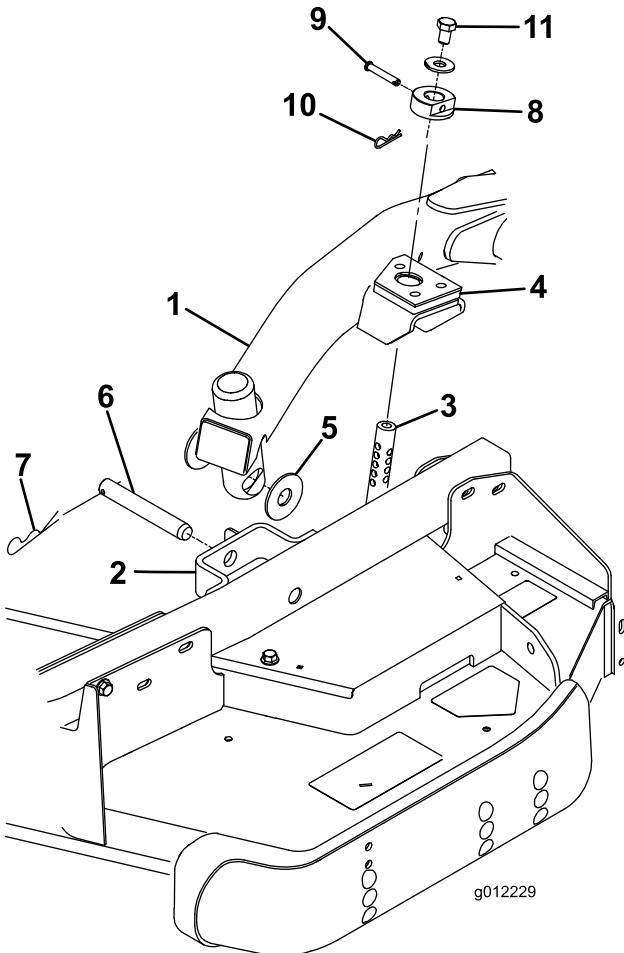

図4
穴とキャスター・アーム・ブラケットについている穴を整列させ、昇降アームのパッドに刈高ロッドを挿入できるようにする(図4)
3. スラスト・ワッシャ2枚、クレビス・ピン、ヘアピン・コッターを使って、昇降アームをキャスター・アームに固定する。スラスト・ワッシャは昇降アームとキャスター・アーム・ブラケットの間にれる(図4)コッター・ピンを、キャスター・アーム・タブのスロットに差し込んで固定する。
(図 4) クレビス・ピンの頭をデッキの前に向けておく。
- 各刈高ロッドの上部に $1/2 \times 3/4"$ ボルトとワッシャを取り付ける (図 4)。